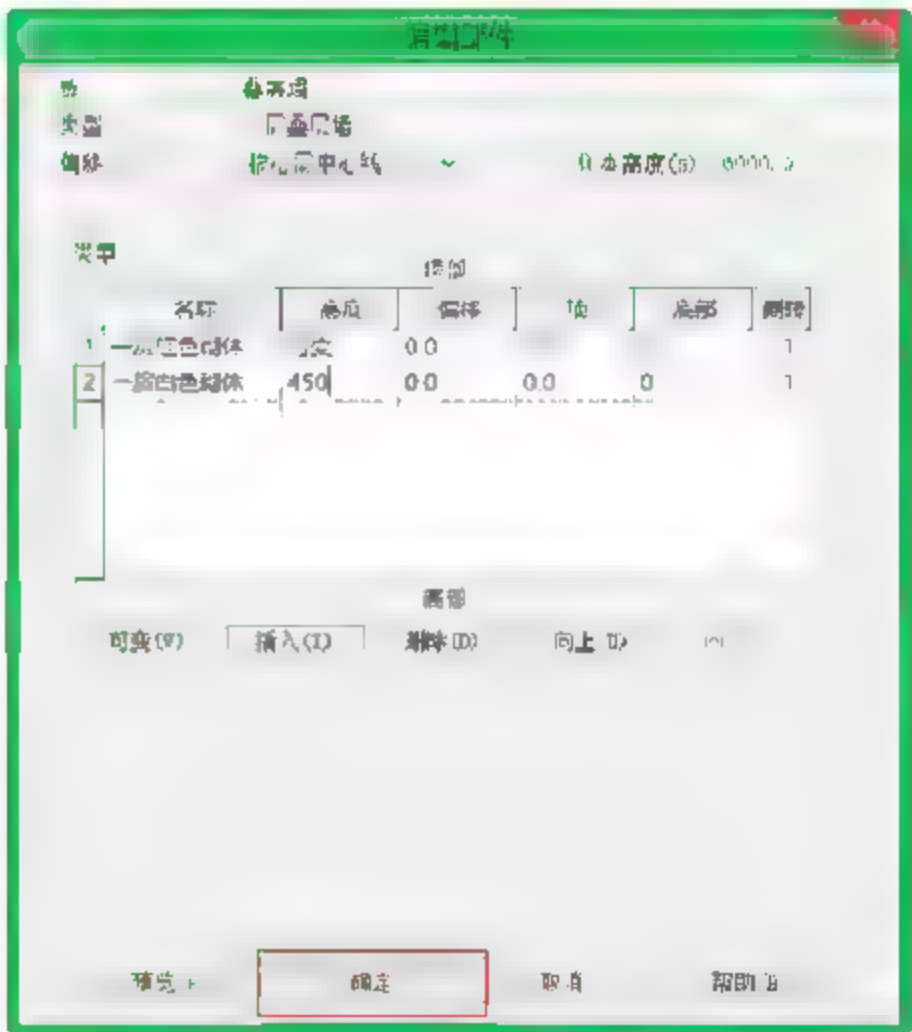

图 10.1.28 完成“一层叠层墙”族类型定义
(5) 完成“一层叠层墙”族类型定义。在“类型属性”对话框中，单击“确定”按钮，如图 10.1.28 所示，这样就完成了“一层叠层墙”族类型定义。